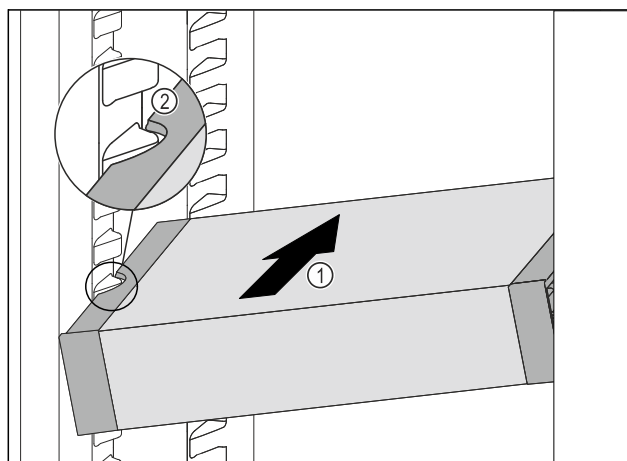

Fig. 63
- ▶ VarioSafe zasúvajte šikmo do chladničky Fig. 63 (1), dokým sa bočné vybrania Fig. 63 (2) VarioSafe nebudú nachádzať vo výške rebra nádoby v chladničke.